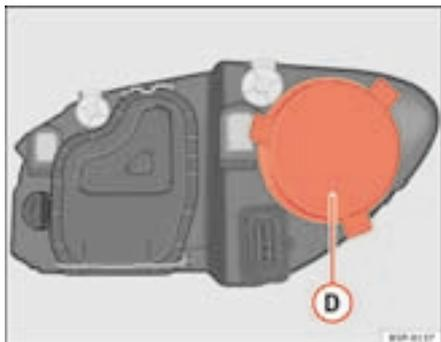

Fig. 165 Luz de presença
- Retirar a tampa ⇒ fig. 165 **D**, puxando-a.